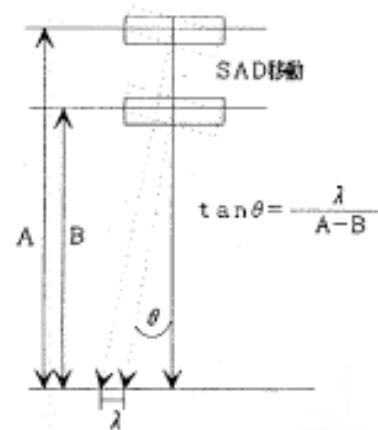

Fig.4
- (1) ガントリ角度を 0° に設定する。
(2) SAD100 cm の寝台上に方眼紙を固定する。光照射野ランプを点灯する。
(3) SAD80 cm から 120 cm へと絞り部を移動させ、投影点をプロットし誤差を測定する (Fig.4)。